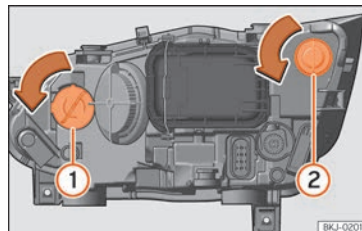

Fig. 106 Nel vano motore: lampadina dell'indicatore di direzione ① e lampadina della luce DRL (luce diurna) ②.
- Ruotare il portalampada » **fig. 106** ① o ② verso sinistra e tirare.